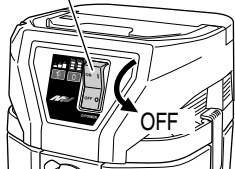

Fig. 8
1. **Confirmez que l'interrupteur d'aspiration est sur OFF. (Fig. 8)**